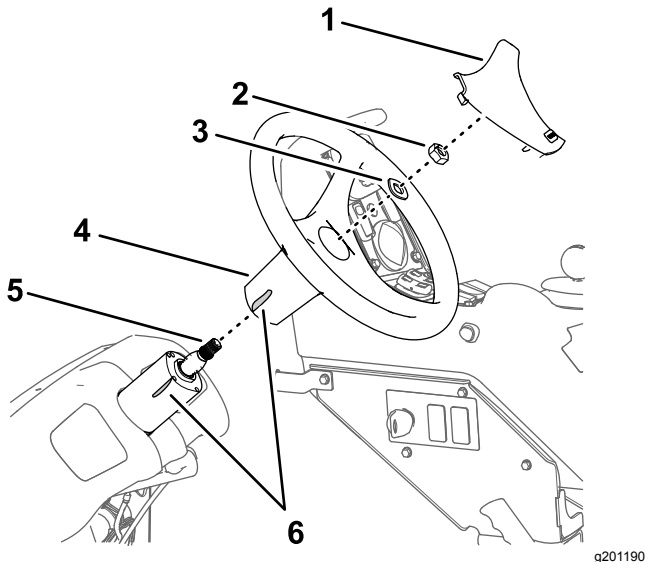

Figura 161
- Retire a porca (5/8 pol.) e a anilha (5/8 pol.) que prendem o volante à válvula da direção e retire o volante (Figura 161).
- Marque a posição do volante na válvula da direção com um pedaço de fita (Figura 161).
- Retire a cobertura do volante (Figura 161).